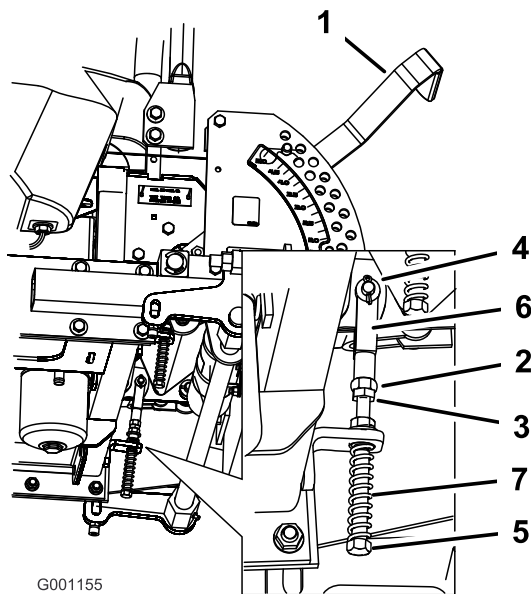

Figure 74
pour centrer le levier à la position de VERROUILLAGE AU POINT MORT (Figure 74).
10. Serrez l'écrou et l'écrou de blocage (Figure 74).
8. Si un réglage s'impose, desserrez l'écrou et l'écrou de blocage vissés contre la chape (Figure 74).